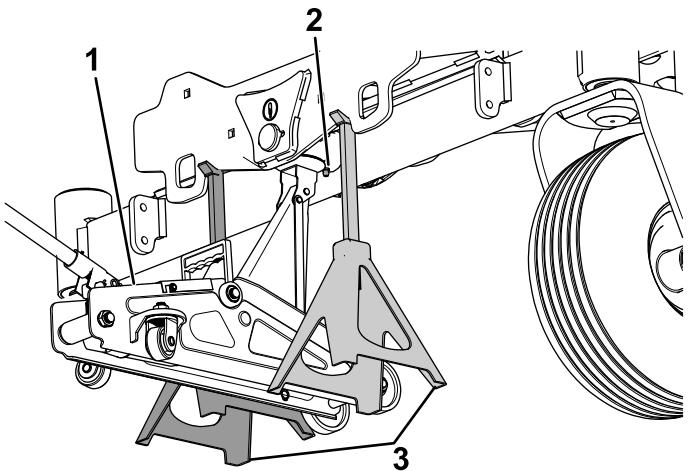

Figura 69
- Delante – centro del eje de la rueda giratoria delantera, como se muestra en la Figura 69.